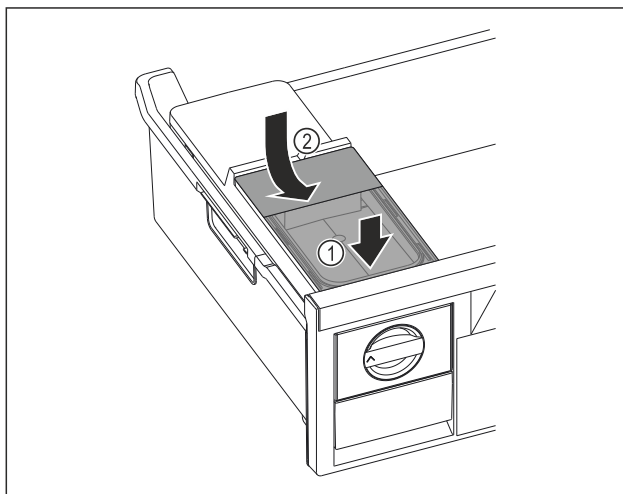

Fig. 111
- ▶ Nasadte vpředu nádržku na vodu. Fig. 111 (1)
- ▶ Spusťte nádržku na vodu vzadu dolů. Fig. 111 (2)